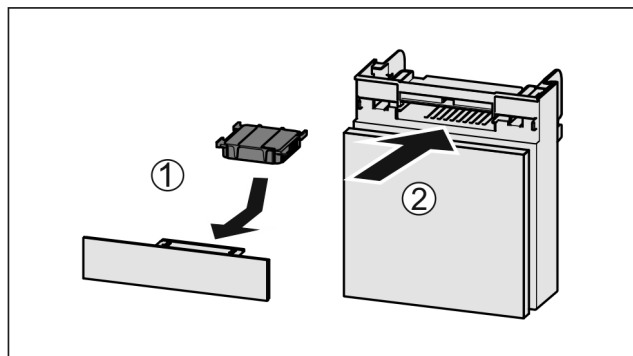

Fig. 97
- ▶ Filtr s aktivním uhlím vložte podle vyobrazení Fig. 97 (1).
- ▶ Zásuvku zasuňte Fig. 97 (2).